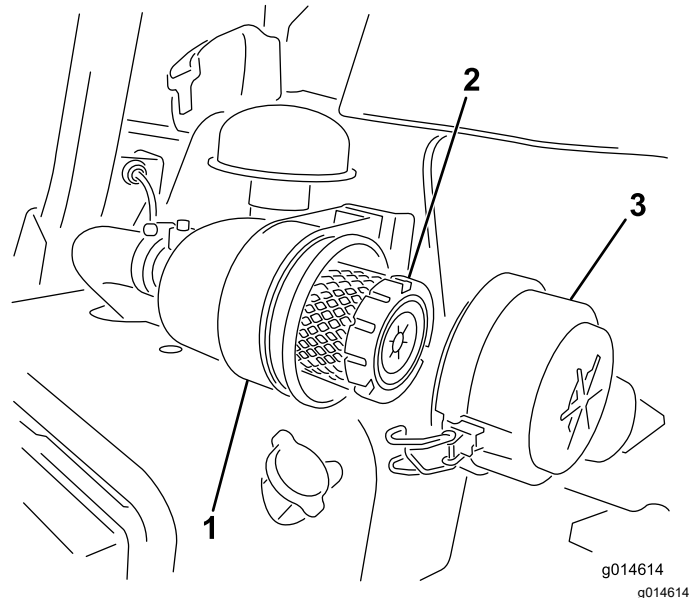

Figura 33
1. Liberte os trincos que fixam a cobertura do filtro de ar ao respetivo corpo (Figura 33).
7. Prenda os trincos (Figura 33).